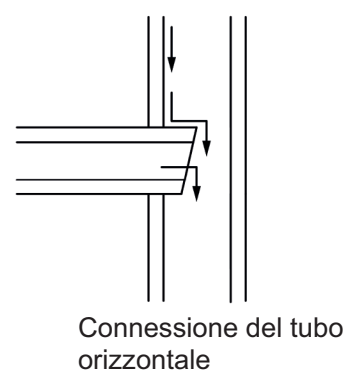

Fig. 4.3.9
- N° 3: Inserito nel tubo orizzontale, come mostrato in Fig. 4.3.9.